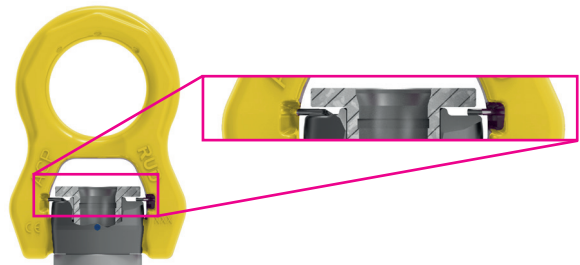

Abb. 11: ACP-TURANDO OCEANSTAR im Schnitt dargestellt. An der oberen Buchse ist die Einführschräge zu erkennen
1. Stecken Sie die Schraube in die mit einer Einführschräge ausgeführte Buchse (siehe Abb. 11).